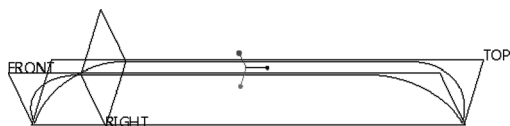

图 7-15 文件中存在着的曲线
1) 单击  (打开) 按钮,弹出“文件打开”对话框。从随书光盘中的“CH7”文件夹中选择“bc_7_bjhh3.prt”文件,单击“打开”按钮。该文件中存在着的曲线如图 7-15 所示。